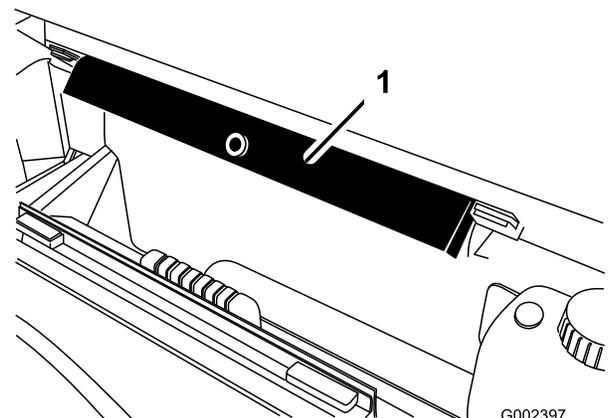

Figure 83
8. Sortez la béquille de sécurité des supports de rangement au dos du panneau du système ROPS (Figure 83).